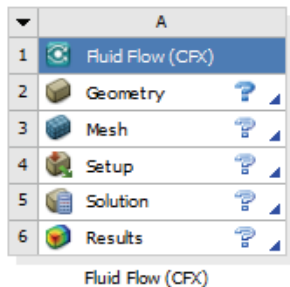

图 24-1 分析项目
2) 双击主界面 Toolbox 工具箱中的 Analysis System>Fluid Flow (CFX) 选项, 即可在项目管理区创建分析项目 A, 如图 24-1 所示。